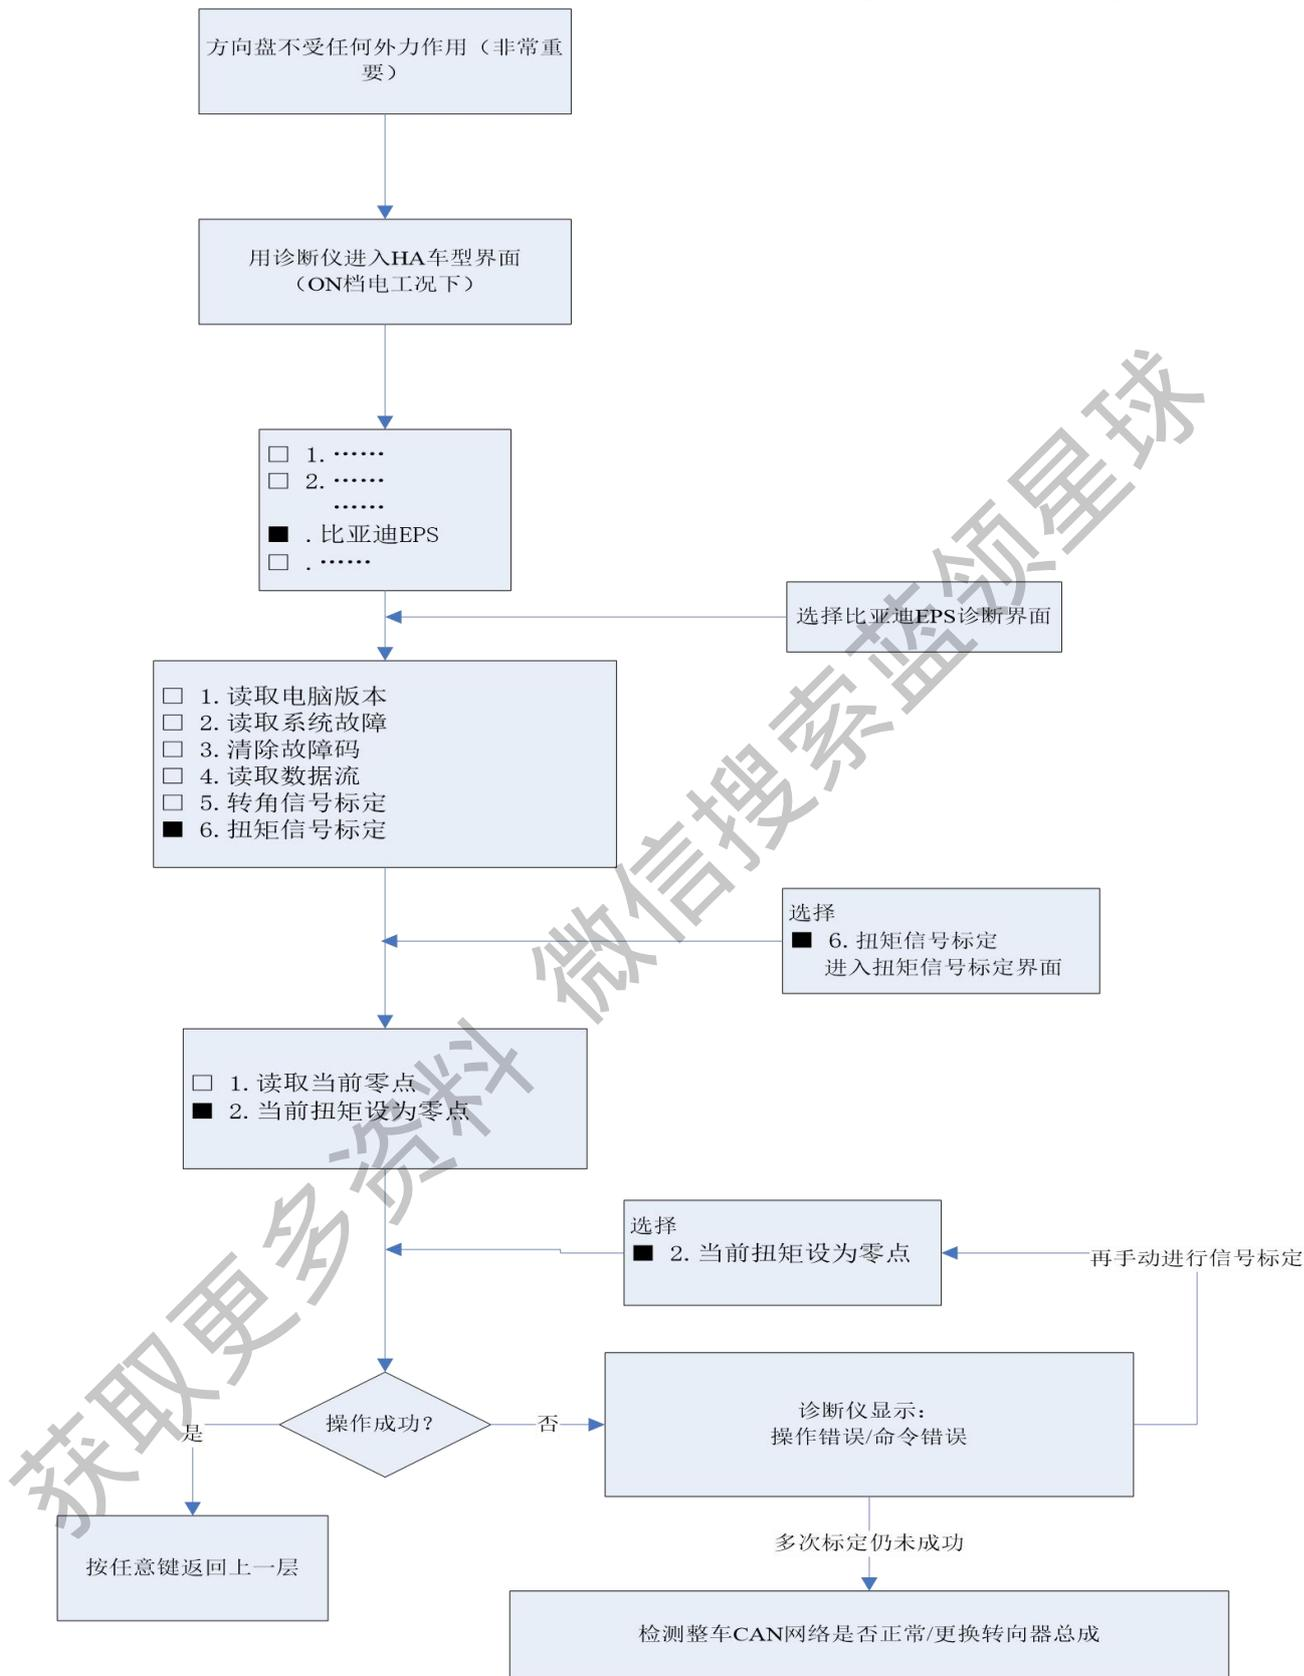

图3-2、扭矩信号标定流程
(2) 本车电动助力转向系统带有主动回正控制功能及遥控驾驶功能，转向系统 (齿轮齿条式电动助力转向器总成等) 经过拆换后，需重新进行车辆四轮定位，并标定扭矩转角信号，同时标定ESP转角信号。标定扭矩、转角以后，车辆重新上ON档电源清除残留故障码 (标定流程如图3-2、3-3、3-4所示)。